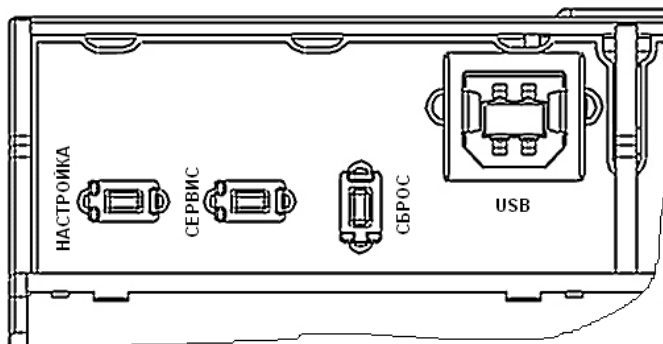

Рис.2. Расположение кнопок включения режимов тепловычислителя.
1.6.2. Режимы СЕРВИС и НАСТРОЙКА задаются по нажатию соответствующих кнопок, расположенных на верхней части платы ТВ (рис.2).